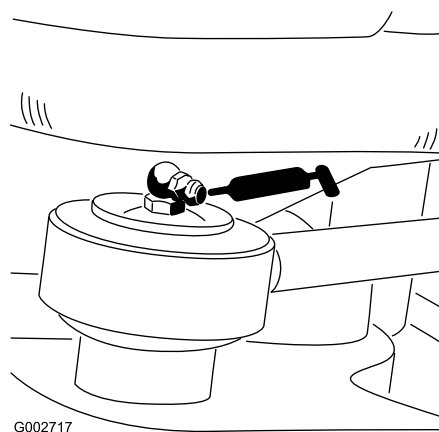

図 23
- ステアリングシリンダのロッド端部1ヶ所モデル 08705 のみ 図 23